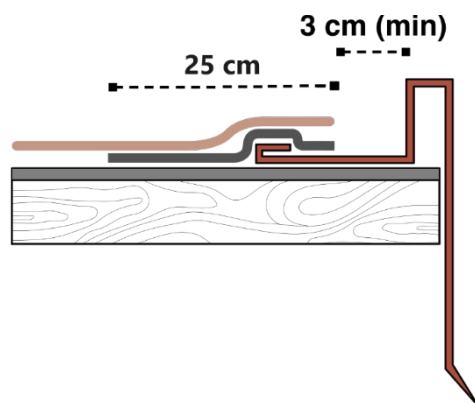

Fig. 17 - Dettaglio lamiera laterale
- Installare le lamiere laterali sopra alle membrane installate sulla copertura. Applicare una fascia di membrana bituminosa, larga circa 25 cm, a sormonto della lamiera. Procedere con la normale posa delle tegole a fiamma sopra alla stessa. Lasciare uno spazio di circa 3cm tra il bordo delle tegole e il bordo delle lamiere - Fig. 17.